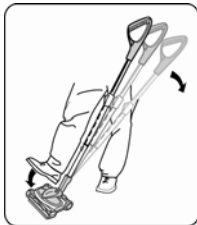

Fig. 7
3. Para ajustar el mango a una posición cómoda, aplique suavemente presión en la parte superior del cabezal con su pie mientras tira del mango hacia atrás. (Fig. 7)